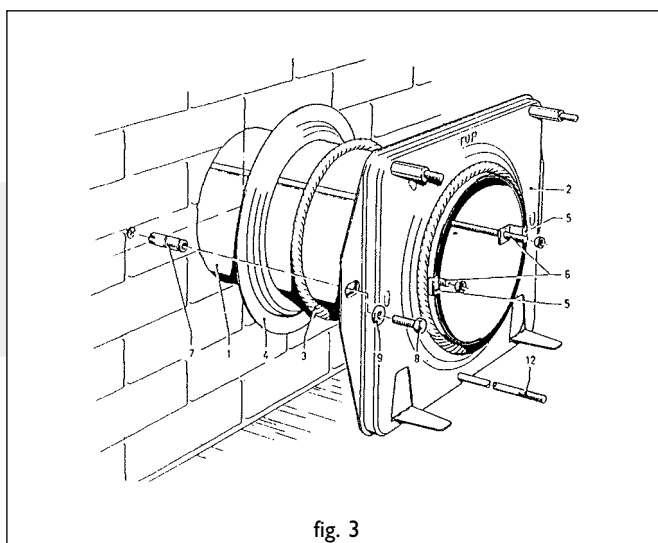

fig. 3
Installation du conduit standard de traversée de façade (fig. 3)
Installation du conduit de traversée de façade avec conduite d'amenée télescopique (fig. 3)
Fixation de la plaque de montage (fig. 3)
- Par ailleurs, remplacez l'écrou à cheville (8) (fig 3) par un boulon fileté pour bois.
- Installez à l'intérieur de la pièce, la plaque de protection (14) entre la plaque de montage (2) et le mur.
- Fixez à l'extérieur du mur, la plaque en silumine (15) au moyen de 4 vis (16).